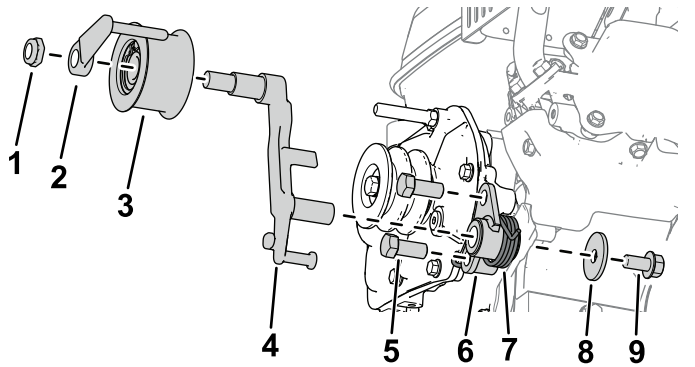

図 3
5. ギアボックスにクラッチブラケットを取り付けるボルト $\frac{7}{16} \times 1$ " 2本で 図 3 のように取り付ける。
6. クラッチブラケットにクラッチレバーを取り付ける 図 3。
7. クラッチブラケットにトルクスプリングを取り付けるワッシャ $\frac{3}{8} \times 1\text{-}\frac{3}{8}$ " とボルト $\frac{3}{8} \times \frac{3}{4}$ " で 図 3 のように取り付ける。
8. クラッチレバーにアイドルプーリアセンブリを取り付けるベルトガイドと六角ナットを使用する 図 3。